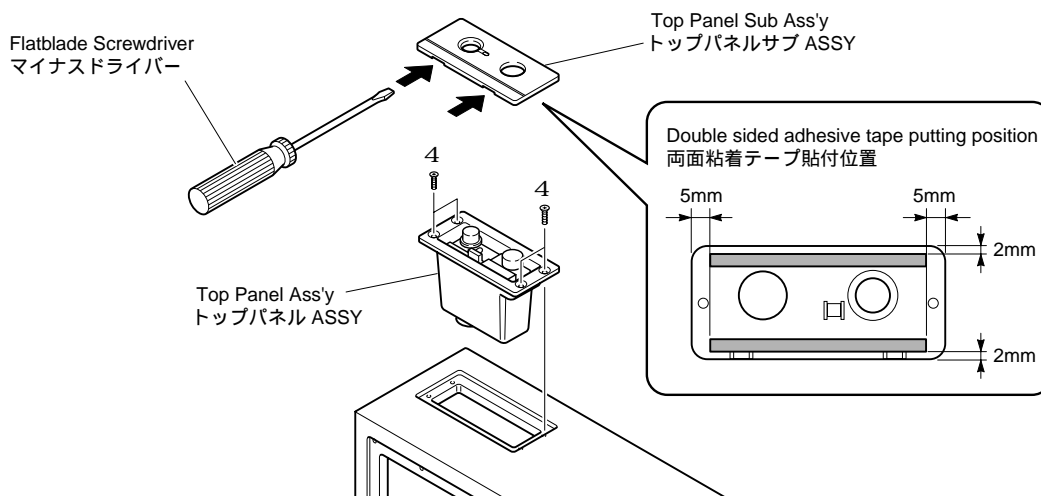

Fig. 4
- Using the flatblade screwdriver inserted in the gap between the Front Grille Ass'y and the cabinet (rear side first), push up the Top Panel Sub Ass'y. (Fig. 4)
- 後側からマイナスドライバー等を差し込み、トップパネルサブASSYを押し上げます。(Fig. 4)
- a. Remove 4 screws (4). (Fig. 4)
b. Pull out the Top Panel Ass'y. (Fig. 4)
- a. のネジ4本を外します。(Fig. 4)
b. トップパネルASSYを取り外します。(Fig. 4)